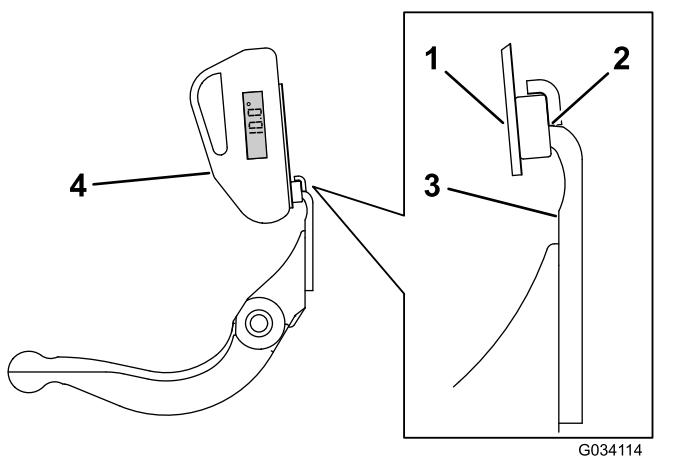

図 31
3. 傾斜計マウントのマグネットのエッジがベッドナイフのエッジに密着するように、ベッドナイフのエッジに傾斜計マウントをセットする図 31。
4. 図 31 に示すようにマウントに傾斜計を取り付ける。